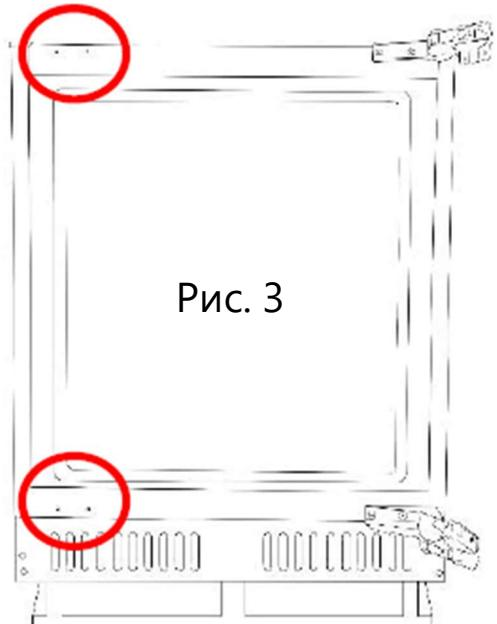

Рис. 3
**4.** Снимите крышки с 4 винтовых отверстий на приборе сверху и снизу с противоположной стороны от того места, где в настоящее время закреплены петли (рис.3).